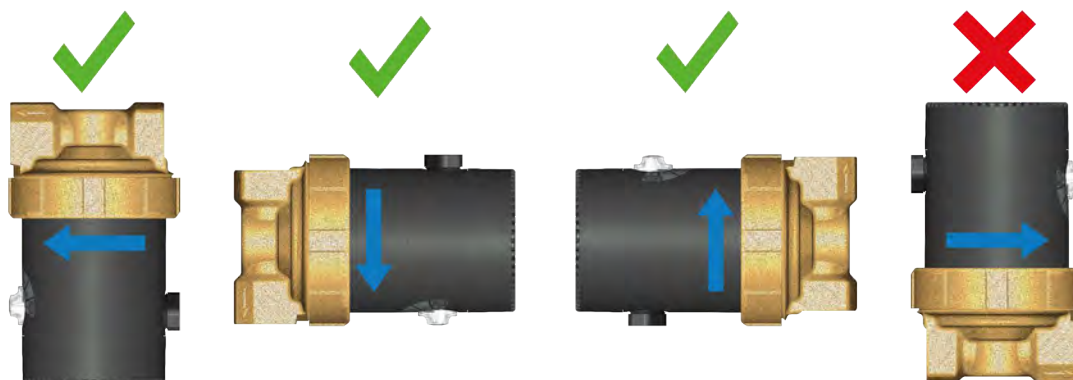

Рисунок 5
- Установку следует выполнять в одном из допустимых монтажных положений (см. **рисунок 5** на стр. 16).